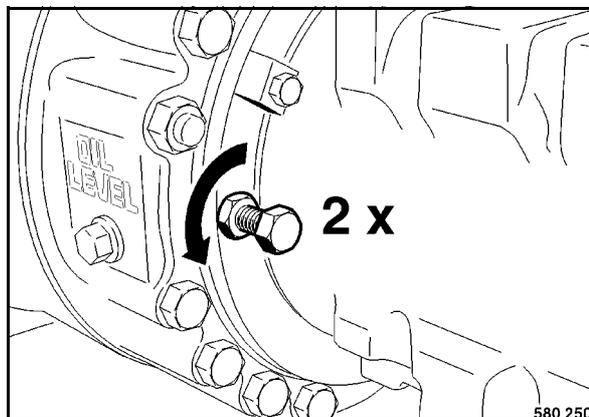

Рис. 116
- Вывинтить винты растормаживания (Рис. 116) на два оборота и затянуть контргайки.